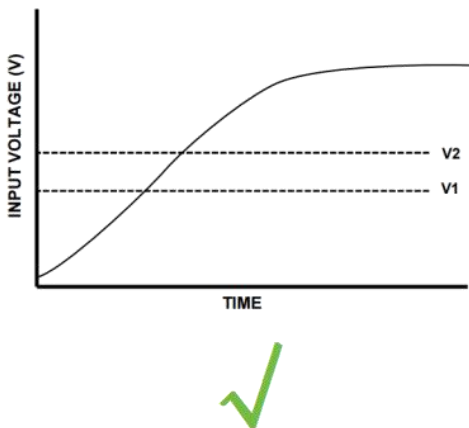
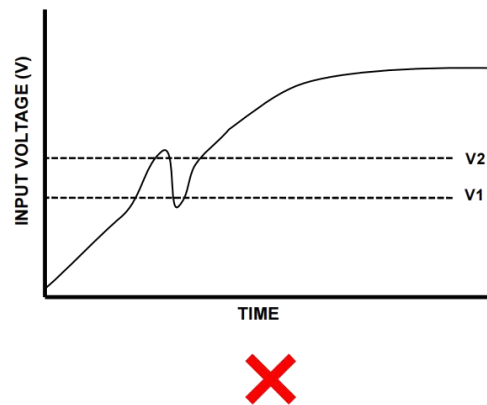

图 3-18 单调性电源
图 3-19 非单调性电源
iSMK 和 FD1X5 系列驱动器在进行电源上电时必须使用图 3-18 所示的单调性电源, 如果使用了图 3-19 所示的非单调性电源, 在偏差接近任何阈值电压时, 非单调性斜坡可能会引起驱动器启动异常等问题, 从而发生错误故障。
- 图 3-18 和图 3-19 中标注的 V1 表示 10V 电压, V2 表示 17V 电压。